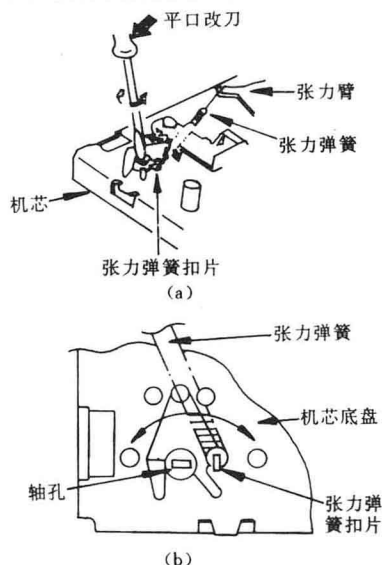

图 11 反向张力的调整
(2) 反向张力的调整, 如图 11。
$10^{-3} \text{N} \cdot \text{m}$ ($23 \sim 28 \text{g} \cdot \text{cm}$)。有时也可以从重放图象的稳定性和磁带的张弛情况, 根据维修经验来辨别反向张力的大小是否合适。如果感觉磁带松弛 (反向张力过小), 可用平口改刀斜插入图 11 中的轴孔顺时针方向 (A 方向) 旋转张力弹簧扣片, 使弹簧略微拉紧, 增加反向张力。反之, 向 B 方向移动张力弹簧扣片, 则可减小反向张力。